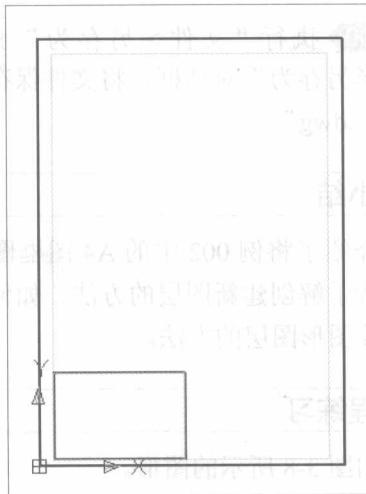

图 4-1 最终效果
本例最终效果如图 4-1 所示。
Step 03 利用直角坐标的绝对坐标方式绘制矩形，矩形起点为 A4 图幅的内边框，如图 4-1 所示。为了让读者能够清楚了解，在这里利用“直线”命令绘制。绘制过程中命令行提示和具体操作内容如下：
Step 04 将“点画线”图层置为当前层。再次启动“直线”命令后，利用直角相对坐标绘制矩形，如图 4-1 所示。命令行提示及操作内容如下：
Step 05 将“剖面线”图层置为当前层。再次启动“直线”命令，利用极坐标的绝对坐标形式绘制矩形，如图 4-1 所示。命令行提示和操作内容如下：